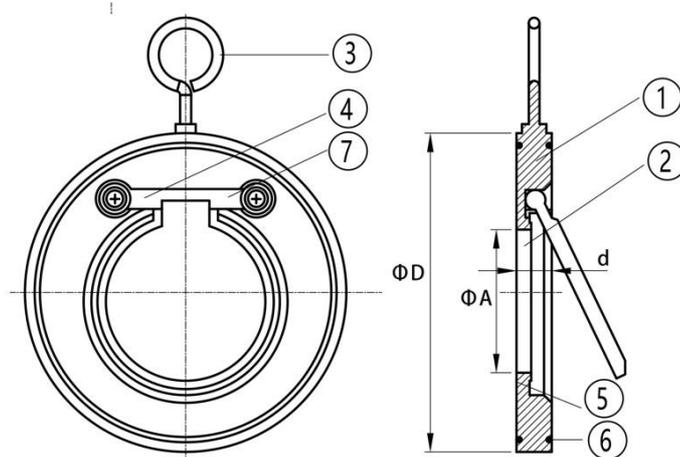

Рис.1 Клапан обратный одностворчатый межфланцевый.
Таблица №2. Спецификация материалов обратных одностворчатых клапанов (Рис.1).
- 3.1. Основные элементы конструкции клапана приведены в табл. №2 и на рис. 1.
- 3.3. При отсутствии потока рабочей среды под действием собственного веса диск (2) перекрывает движение обратного потока среды (рис. 1).